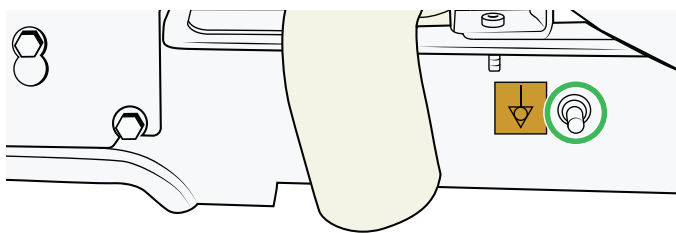

Figure 116
1. Maintenez une extrémité de l'ohmmètre contre le point de mise à la terre (point de référence). Voir Figure 116.